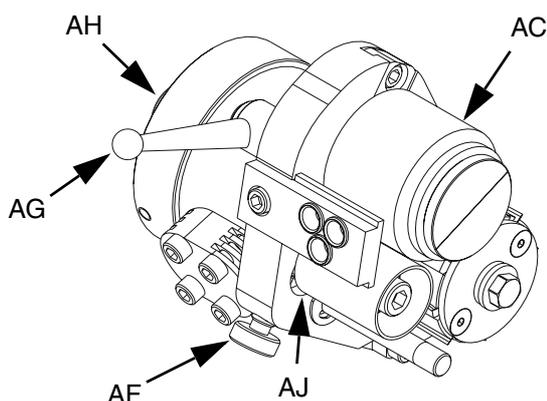

FIG. 4
4. Une fois le verrouillage de la gâchette enclenché, faites tourner le moteur du système de découpe (AH) dans le sens horaire pour diminuer la vitesse. Voir la FIG. 4. Si cela est nécessaire, faites-le tourner dans le sens antihoraire pour augmenter la vitesse.
3. Une fois le verrouillage de la gâchette enclenché, faites tourner le moteur du système de découpe (AH) : dans le sens horaire pour diminuer la vitesse, dans le sens antihoraire pour l'augmenter. Voir la FIG. 4.
2. Libérez le verrou de tension (AG) en poussant vers l'avant du pistolet.
3. Tournez le bouton de tension (AF) du système de découpe : dans le sens antihoraire pour augmenter la tension, dans le sens horaire pour diminuer la tension. Voir la FIG. 4.
Afin de régler la tension entre l'enclume (AC) et la roue (AJ), la position de la roue de tension peut être réglée. Voir la FIG. 4, à la page 7.